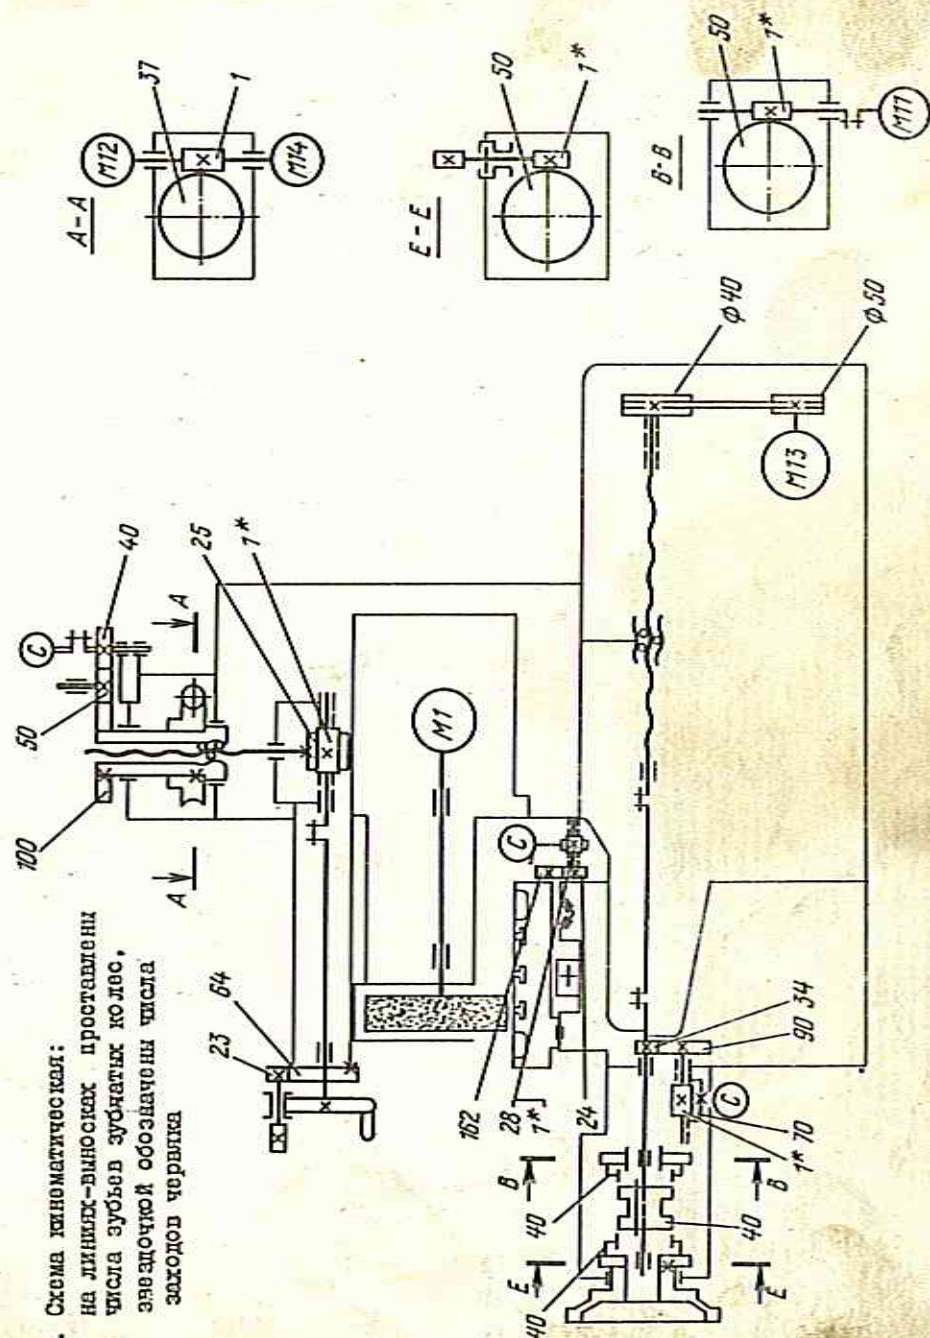

Рис. 6. Схема кинематическая:
6.2. Схема кинематическая (рис. 6)